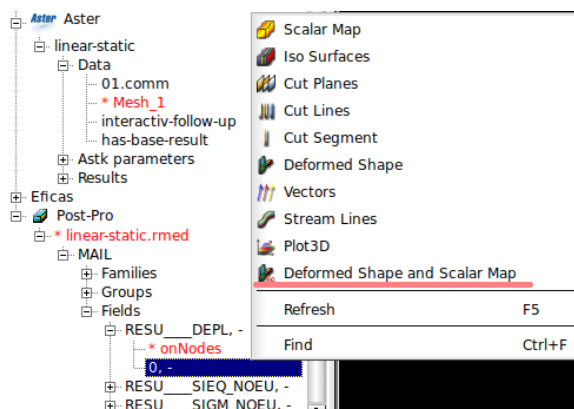

図 34 Deformed Shape and Scalar Map
②始めに変位分布を表示する。Object Browser の Post-Pro>linear-static.rmed>MAIL>Fields>RESU__DEPL,->0 上で右クリックし、Deformed Shape and Scalar Map を選択する。(参照：図 34)